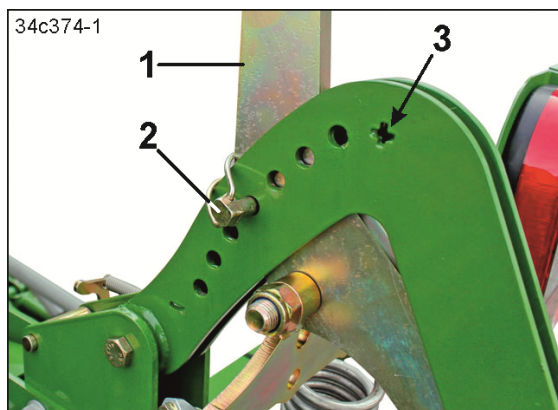

Bild 199
4. Säkra spakens (Bild 199/1) läge med en rörsprint (Bild 199/2).
Rulltrycket är som högst när rörsprinten (Bild 199/2) sitter i hålet bredvid plustecknet (Bild 199/3).